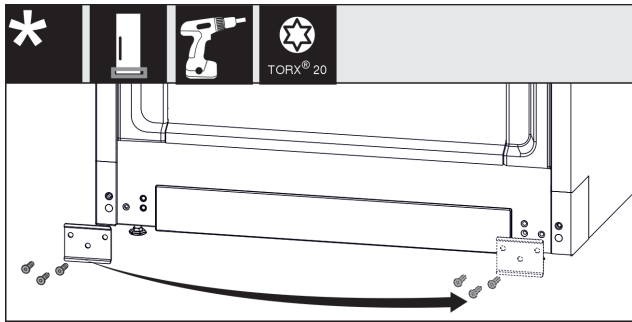

Fig. 14
- ▶ 拧下金属板 Fig. 14 (1)，将其移到另一侧，然后重新拧紧。